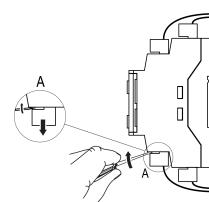

Рисунок 3 – Отсоединение съемных частей клемм
- Отделить от прибора съемные части каждой из клемм вместе с подключенными внешними линиями связи с помощью отвертки или другого подходящего инструмента (см. рисунок 3).